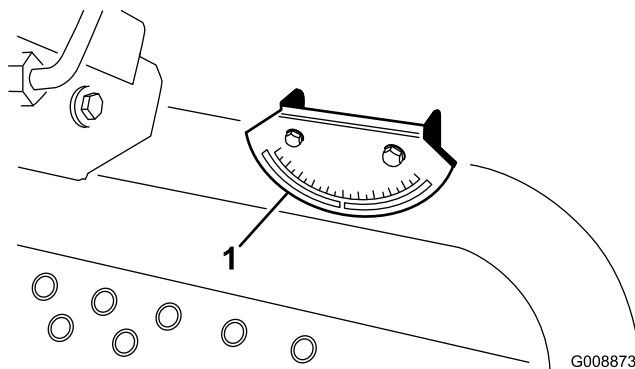

図 6
2. 機体のクロスビーム（燃料タンク脇）に携帯斜面計（付属品）を置いて、機体が水平になっていることを確認する（図 6）。このとき、運転席に座った状態で、機体に装着されている傾斜計の読みが 0° であれば問題ない。